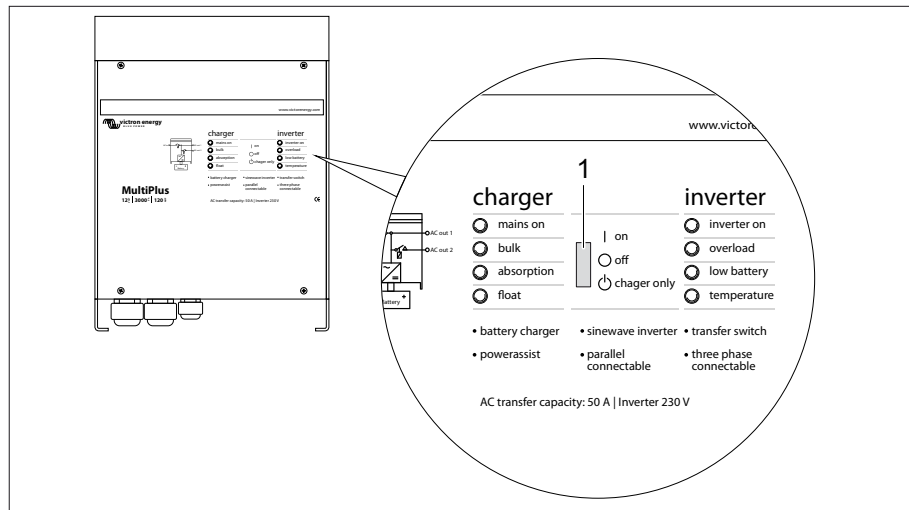

Bild 185 Wechselrichter MultiPlus
Zur ordnungsgemäßen Funktion des Digital Multi Control Panels muss der Kippschalter am Wechselrichter MultiPlus (Bild 185,1) auf "on" stehen.
### Stellungen des Kippschalters (Bild 185,1)
- ▷ Liegt kein 230-V-Anschluss an und das Fahrzeug wird länger nicht benutzt, muss der Kippschalter (Bild 185, 1) auf "off" stehen. Ansonsten kann es sein, dass die Batterien nach spätestens 3-4 Tagen leer sind.